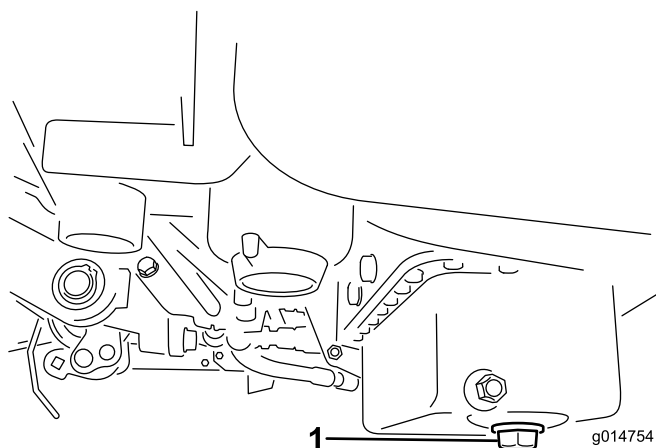

Bild 45
1. Entfernen Sie die Ablassschraube und lassen das Öl in ein Auffanggefäß ab. Schrauben Sie die Ablassschraube wieder ein, nachdem das Öl abgelassen ist (Bild 45).